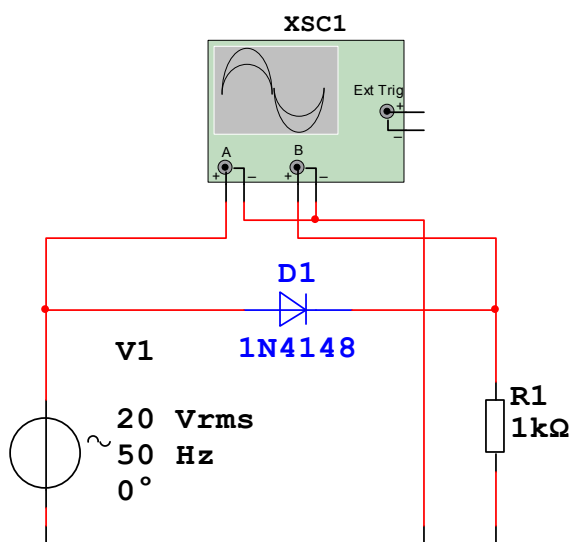
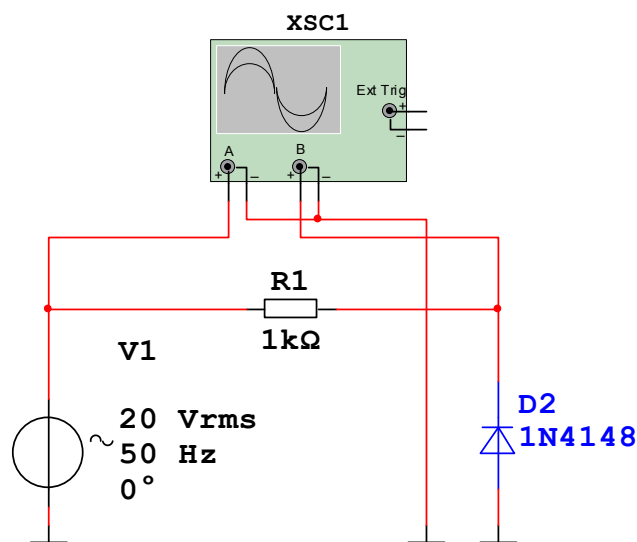

Рис.2.2.
Рис.2.3
2.2.7. Соберите схему, приведенную на рис.2.2. Установите частоту генератора 50 Гц, напряжение 20 В, тип диода тот же, что и в п. 2.2.1. Активизируйте схему и зарисуйте полученные осциллограммы (масштаб по оси X - 5ms/div, по оси Y в каналах A и B - 10V/div).
2.2.9. Соберите схему, приведенную на рис.2.3 и повторите измерения для того же типа диода и стабилитрона аналогично пп. 2.2.7 - 2.2.8.
2.2.3. Постройте графики зависимостей входного и выходных напряжений от времени с экрана осциллографа для схем на рис.2.2 и рис.2.3 (всего 4 графика) в одном масштабе один под другим. Объясните вид полученных зависимостей для каждого типа диода.